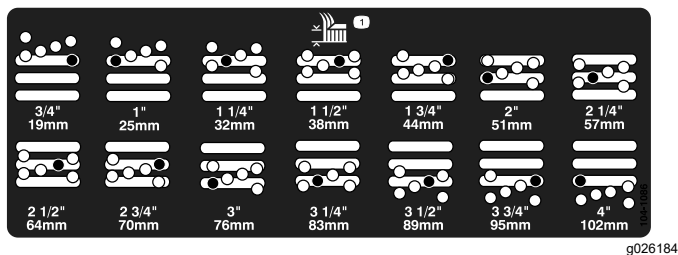

図 18
5. 希望の刈り高にチェンバを合わせ、その刈り高の穴とスロットにスペースを通す 図 18。